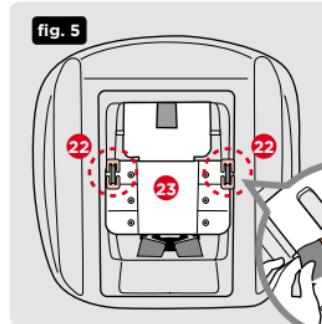

fig. 5
6. Desde la parte inferior de la silla, localice las placas de retención de las cintas del arnés (22) que se encuentran debajo del patín de reclinado y tirando de la cinta, sáquelas al exterior para poder retirar las placas (fig. 5).